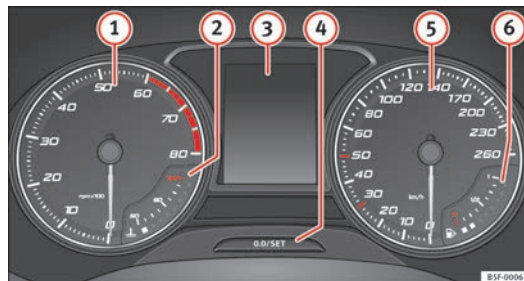

Fig. 38 Painel de instrumentos no painel de bordo.
Explicações sobre os instrumentos ⇒ Fig. 38:
Ao ligar a ignição pode visualizar-se no ecrã do painel de instrumentos ⇒ Fig. 38 3 informação diversa, em função do equipamento do veículo:
- Pressione brevemente o botão ⇒ Fig. 38 para repor o conta-quilómetros parcial a 0.
- Para ajustar a hora, mantenha pressionado o botão ⇒ Fig. 38 ④ durante mais de 3 segundos para seleccionar o indicador de horas ou de minutos.
- Para prosseguir o ajuste, pressione a parte superior ou inferior do botão ④. Para que os números se sucedam rapidamente, manter o botão pressionado.
- Pressione novamente o botão ④ para finalizar o ajuste da hora.
Mantenha pressionado o botão ⇒ Fig. 38 ④ durante mais de 15 segundos para visualizar as letras de identificação do motor (MKB) do veículo. Para isso, a ignição deve estar ligada e o motor desligado. ►
A indicação dos intervalos de serviço aparece no ecrã do painel de instrumentos ⇒ Fig. 38 .